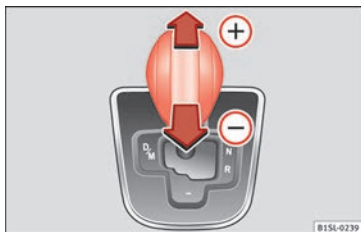

Fig. 83 Palanca en la posición Tiptronic.
- Pulse la palanca hacia adelante (+) o hacia atrás (-) para aumentar o reducir la marcha » **fig. 83.**